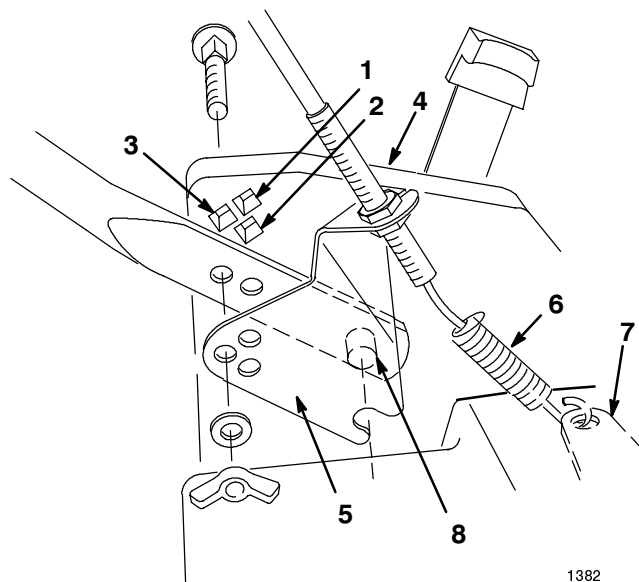

Figura 3
1. Alinee los orificios de la sección inferior del manillar con los orificios de la caja de la cortadora de césped. Utilice la tornillería mostrada en la Figura 3 para sujetar el manillar a la caja de la cortadora de césped.
- Enganche el muelle del cable de tracción en la ménsula del actuador, tal como se indica en la Figura 3.